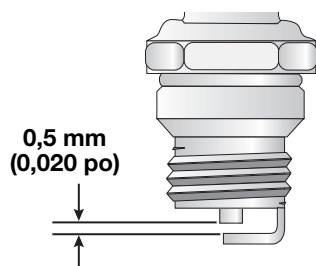

Fig. 32
3. Remplacez toute bougie fendillée, encrassée ou sale. Réglez l'écartement à **0,5 mm (0,020 po)** à l'aide d'une jauge d'épaisseur (Fig. 32).